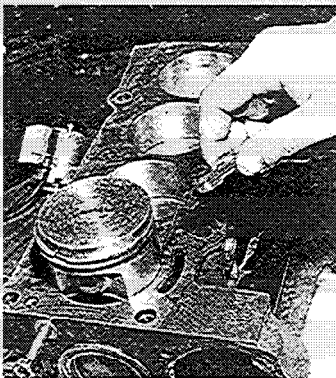

fig. 32
- Introducir el pistón en su cilindro como indica la fig. 32 sin los segmentos y con la ayuda de una galga de espesores, medir el juego existente.